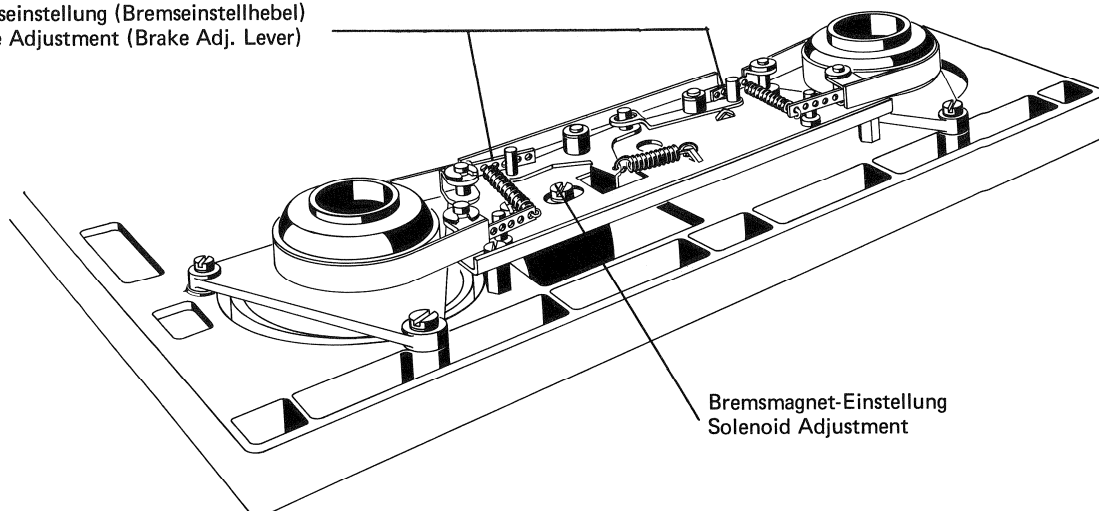

Fig. 3.2.—2
3.2.2. Adjusting the brakes (fig. 3.2.—2)